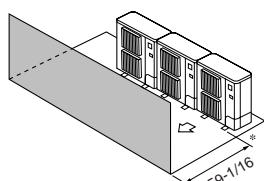

Fig. 2-10
③ Obstáculos sólo en la parte delantera (Fig. 2-10)